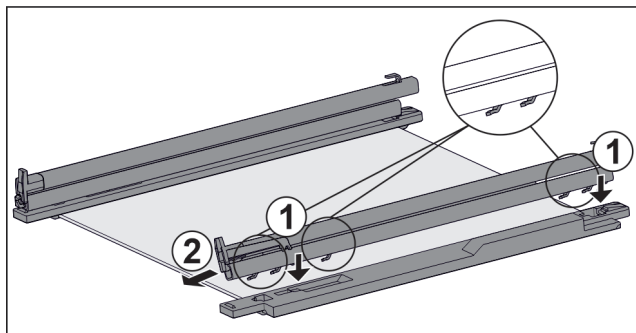

Fig. 57 Стеклопанель с направляющими и крепежными элементами
- ▶ Поместите крючки направляющей в отверстия **левого** крепежного элемента. Fig. 57 (1)
- ▶ Потяните направляющую вперед. Fig. 57 (2)
- ▶ Поместите крючки направляющей в отверстия **правого** крепежного элемента. Fig. 57 (1)